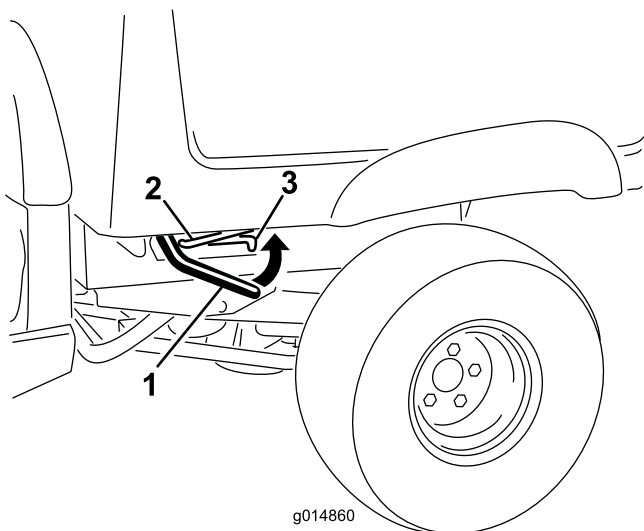

Figura 1
2. Com a alavanca em cada um dos lados, levante a caixa (Figura 1).
3. Prenda a caixa com a barra de apoio na ranhura de bloqueio (Figura 1).